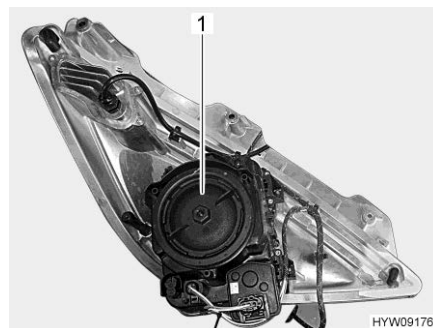

Fig. 218 Phare avant (côté arrière)
- Tourner le couvercle du boîtier (Fig. 218,1) dans le sens inverse des aiguilles d'une montre et le retirer.
- Poser le couvercle du boîtier (Fig. 218,1) et bien le visser dans le sens des aiguilles d'une montre.